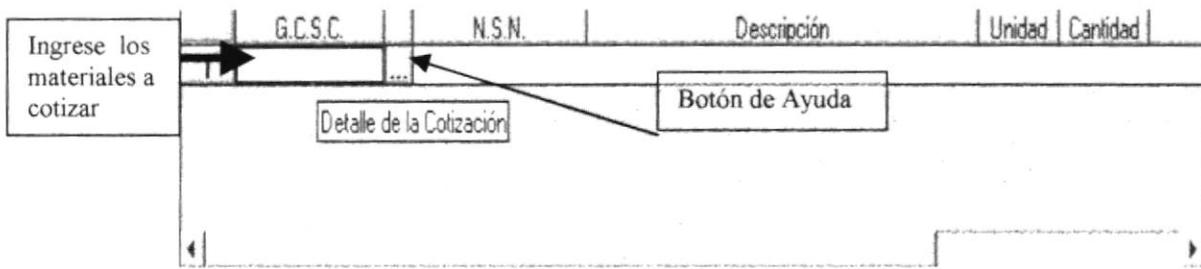

Figura 8.7 Ingreso de materiales
4. Una vez que ha ingresado la Bodega y la Localidad puede continuar con el detalle de la cotización (ingreso de materiales a cotizar), **Figura 8.7**.